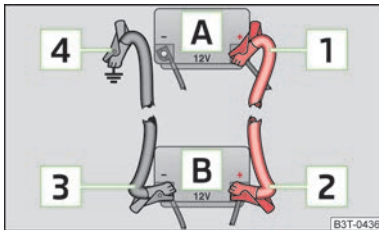

Abb. 117
- Ein Ende **[1]** » Abb. 117 am Pluspol der entladenen Batterie **[A]** befestigen.
- Ein Ende **[3]** » Abb. 117 am Minuspol der stromgebenden Batterie **[B]** befestigen.